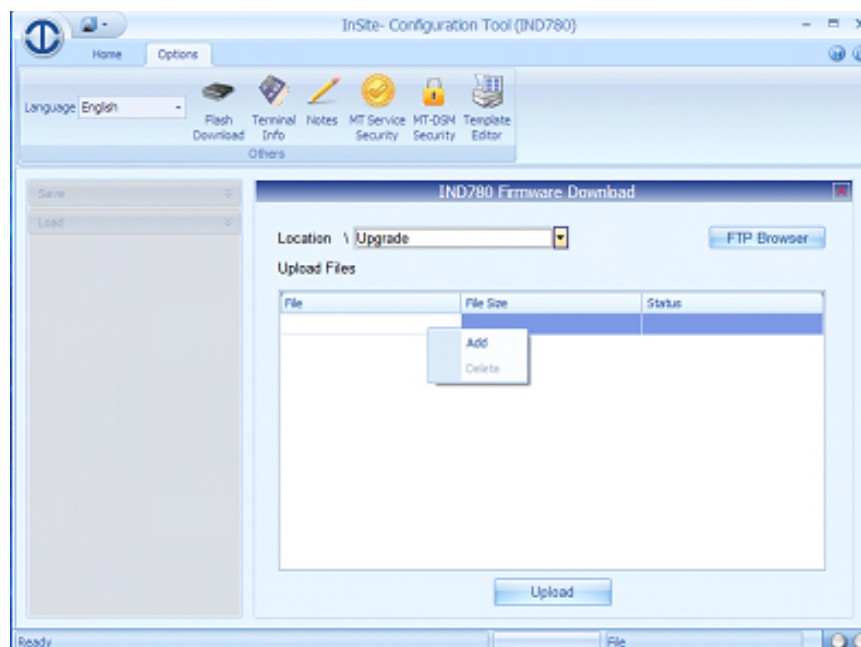

Figure 4-1 : Écran de sélection du fichier de mise à niveau du micrologiciel InSite
3. Accédez à Options | Téléchargement Flash ou cliquez sur l'icône Téléchargement Flash . Dans la fenêtre Mise à jour du micrologiciel (Figure 4-1), sélectionnez les fichiers à recopier vers le dossier Mise à jour de l'IND780. Reportez-vous à la documentation InSite ou au système d'aide pour de plus amples informations sur cette étape.